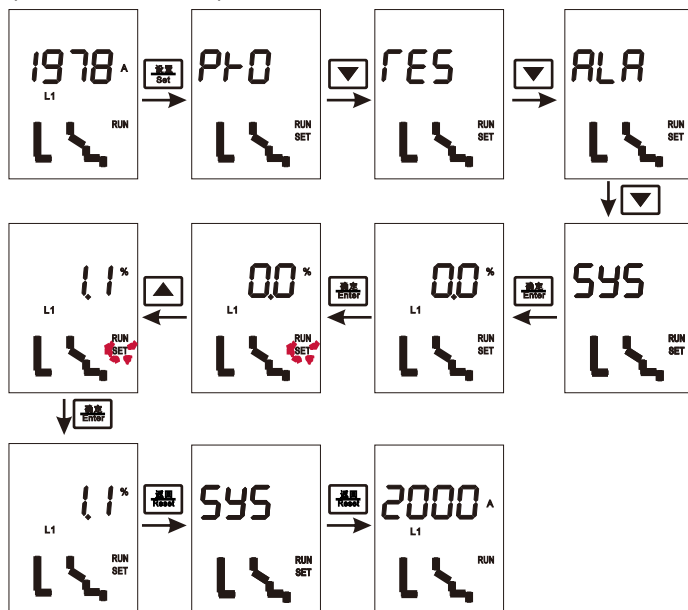

图59 电流微调操作
- (1) 人工计算需调节百分比： $(2000-1978) \times 100 / 1978 \approx 1.1\%$ ；
- (2) 按如图59所示操作进入SYS菜单后，按确认进入A相电流校准；
- (3) 按确认键后（SET闪烁），进入调节百分比模式；按+/-键将百分比数据调整至1.1%（-5.0%~+5.0%范围可调，步进0.1%）；
- (4) 按确认键后（SET由闪烁变为常亮），返回主界面可观察到电流自动校准至2000A；